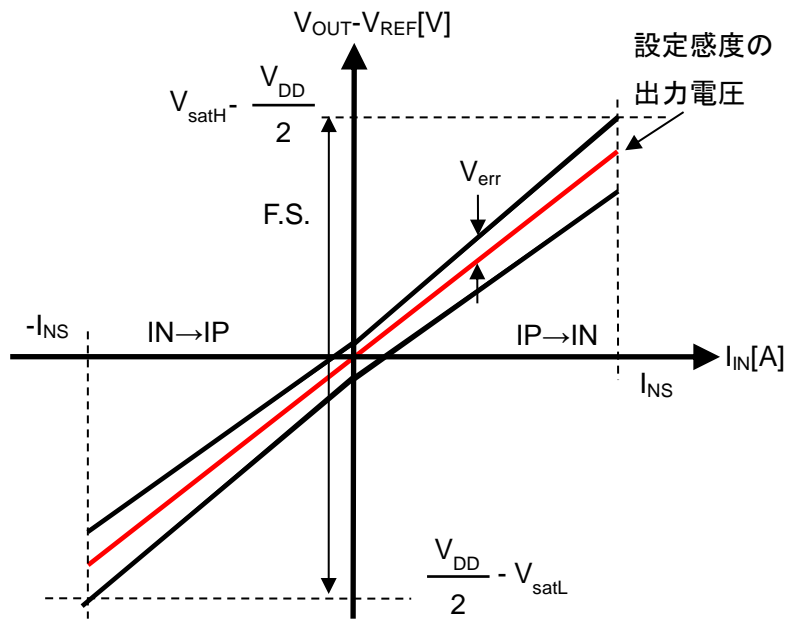

Figure 4. CZ-3703の総合精度
10.4 総合精度  $E_{total}$  [%F.S.]は以下のように定義します。(Figure.4 参照)